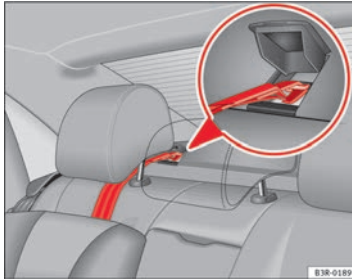

Abb. 35 Befestigungsgurt: korrekte Einstellung und korrekter Einbau
- Führen Sie den Befestigungsgurt des Top Tether unter der Rückkopfstütze hindurch → Abb. 35 (dazu ggf. die Kopfstütze nach oben verstellen).
- Die Abdeckung der Verankerung an der Ablage anheben -siehe Darstellung- → Abb. 35.